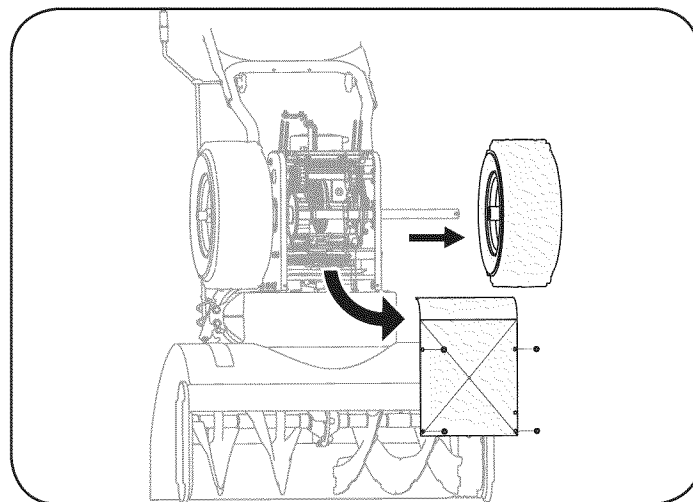

Figura 36
3. Quitar los tornillos de la estructura por debajo de la cubierta de nieve lanzador (consulte la Figura 36). Retire la rueda derecha del eje.